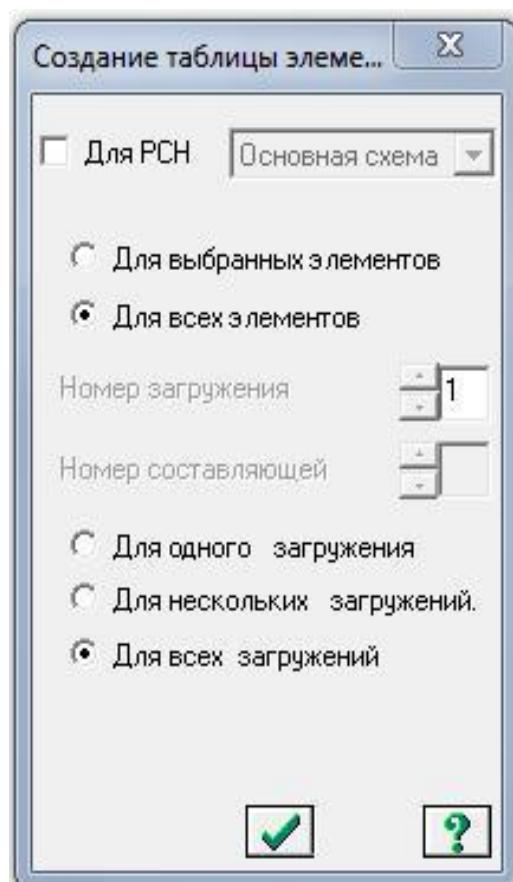

Рис. 3.25. Диалоговое окно Создание таблицы элементов
- В диалоговом окне Создание таблицы элементов с помощью радиокнопки выберите Для всех загружений (рис. 3.25).